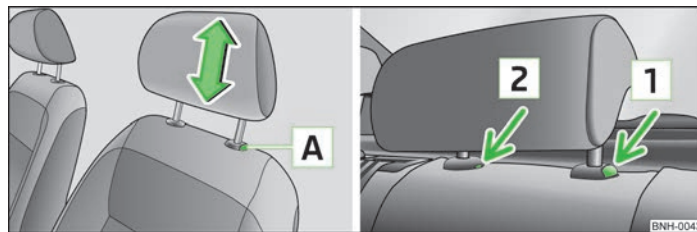

Fig. 35 Tetiera: Reglarea / demontarea
- Dacă se dorește împingerea în jos a tetierei, apăsați tasta de siguranță » fig. 35 cu o mână și mențineți-o apăsată, iar cu cealaltă mână apăsați tetiera în jos.
- Apăsați tasta de siguranță » fig. 35 și trageți afară tetiera.
- Apăsăți siguranța [1] » fig. 35, în același timp apăsați cu o șurubelniță plată cu lățimea de max. 5 mm tasta de siguranță în orificiul [2] și trageți tetiera afară.